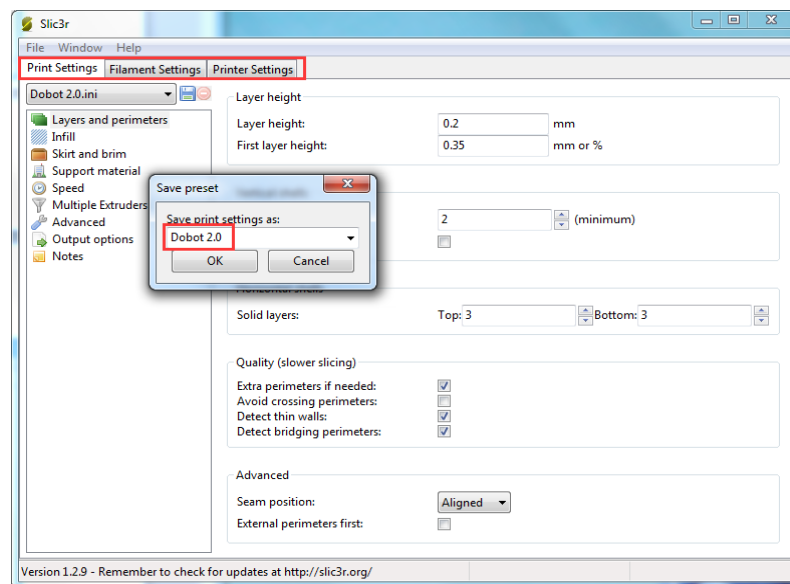

图 5.123 保存配置参数
3. 导入后需要分别针对“Print Settings”、“Filament Settings”以及“Printer Settings”三个页签进行保存，也可以重命名为其他名字，此示例中设置为默认值，如图 5.123所示。